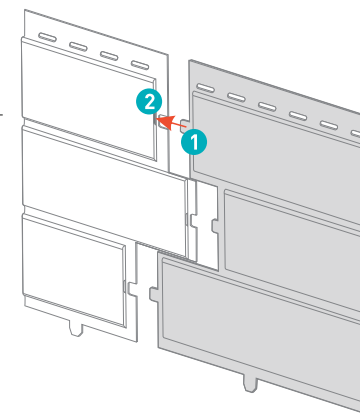

РИСУНОК 21
На схеме (рисунок 21) изображен принцип стыковки, ШИП (1) вставляется в ПАЗ (2).